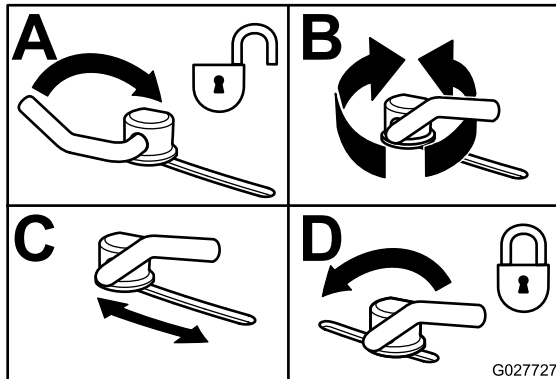

Figura 37
- Para ajustar los bloqueos de leva, levante la palanca para aflojar el bloqueo de leva (Figura 37).
5. Devuelva la palanca a su posición original para apretar el deflector y los bloqueos de leva (Figura 37).